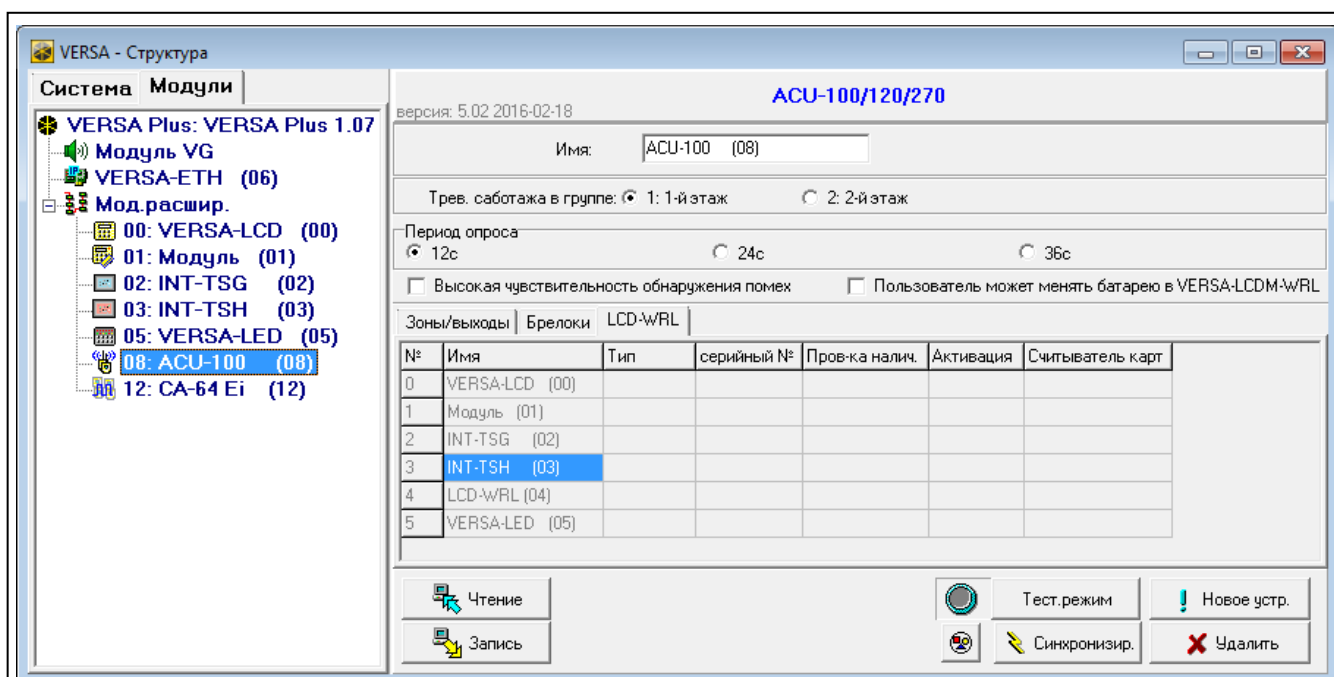

Рис. 3. Программа DLOADX: установки клавиатуры, которые хранятся в контроллере системы ABAX.
Беспроводные клавиатуры можно добавлять в окне «Versa – Структура», в «Модули», после того, как кликнуть по названию контроллера системы ABAX в списке устройств, затем по закладке «LCD-WRL» (см.: рис. 3 с. 5).
Беспроводные клавиатуры можно удалять в окне «Versa – Структура», в закладке «Модули», после того, как кликнуть по названию контроллера системы ABAX в списке устройств, а затем по закладке «LCD-WRL» (см.: рис. 3 с. 5).
- программа DLOADX: →окно «Versa – Структура» →закладка «Модули» →ветка «Модули расширения» →[название контроллера системы ABAX] →закладка «LCD-WRL» (см.: рис. 3),